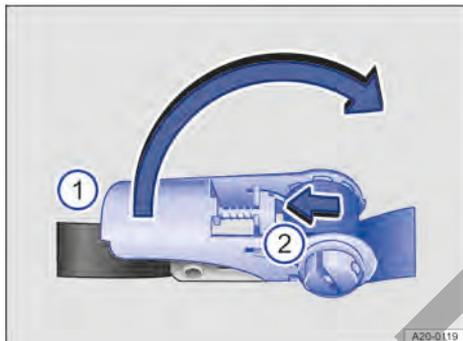
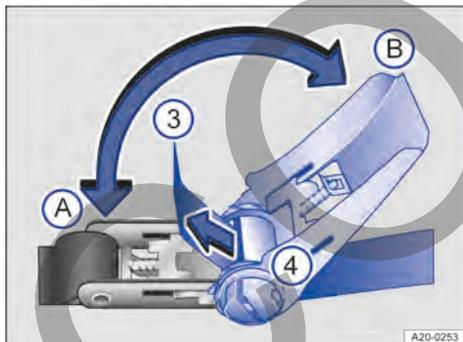

Fig. 129 Aflojar y apretar la palanca de la cinta con carraca.
Fig. 130 Aflojar y apretar la palanca de la cinta con carraca.
- Presione el seguro → fig. 129 ② hacia fuera en el sentido de la flecha.
- Lleve la palanca → fig. 129 ① a la posición → fig. 130 ②.
- Introduzca la cinta → fig. 130 ③ desde atrás a través del eje ranurado ④ y apriétela con fuerza.
- Mueva la palanca → fig. 129 ① entre las posiciones → fig. 130 ① y ② de forma alterna hasta que la cinta se haya enrollado de dos a tres veces alrededor del eje ranurado → ▲.
- Presione el seguro → fig. 129 ② hacia fuera y lleve la palanca → fig. 129 ① a la posición → fig. 130 ①. La carraca queda cerrada y bloqueada.
- Extraiga la cinta → fig. 130 ③ de la carraca.